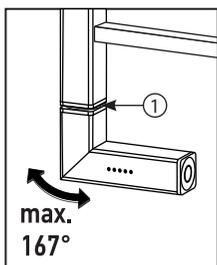

Рис.5
- 4.6. Плотно задвиньте корпус МЭМ до упора и выровняйте относительно полотенцесушителя (рис. 5). Между корпусом МЭМ и полотенцесушителем расположено декоративное кольцо (рис. 5 «1»), которое ставится по необходимости.